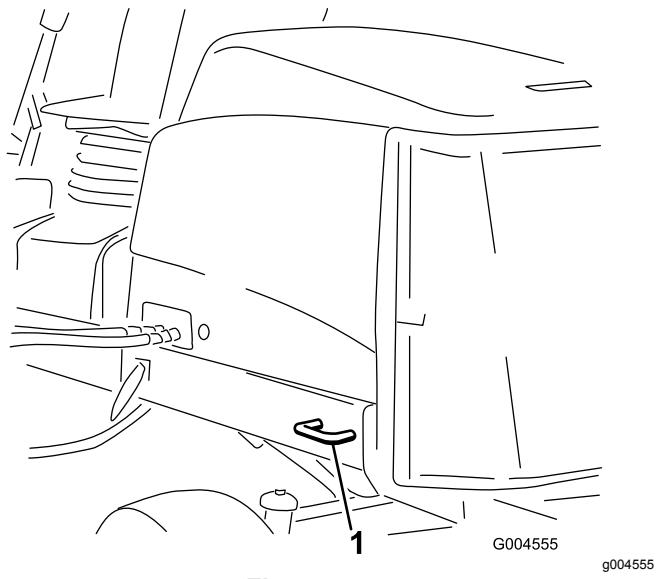

Figura 44
- Posteriore – ogni lato della macchina sul telaio posteriore (Figura 44).